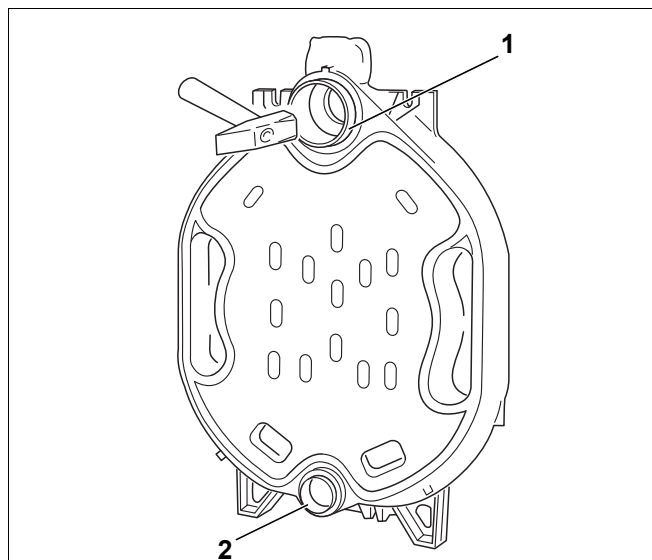

Рис. 9 Установка ниппеля
- ▶ Вставьте ниппели в верхнюю (размер 2,119/50) и нижнюю (размер 0,57/50) ступицы задней секции и забейте их деревянным или резиновым молотком сильными ударами крест-накрест. После забивания верхний (рис. 9, [1]) и нижний (рис. 9, [2]) ниппели должны выступать из ступиц примерно на 28 мм.